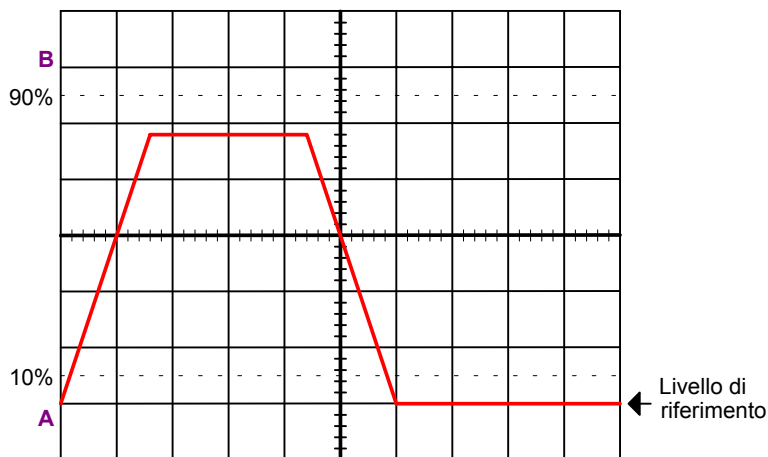

Figura 24
Per eseguire il rilievo occorre, con riferimento alla figura 24,
- accoppiare il segnale ai circuiti di ingresso dell'oscilloscopio (selettore AC-DC-GND in posizione AC o DC secondo le necessità dell'operatore) e regolare i comandi della sezione orizzontale (POSITION) e del trigger (SLOPE, LEVEL) in modo da ottenere una visualizzazione stabile che parte in corrispondenza dell'inizio del fronte di salita dell'impulso (figura 24);